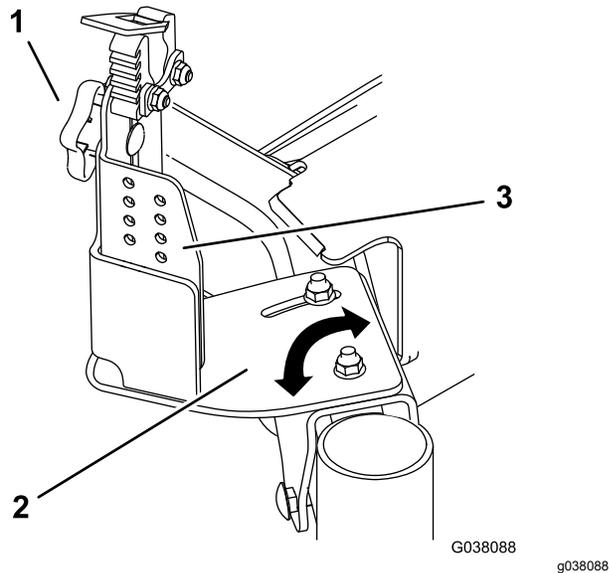

Рисунок 9
2. Ослабьте болты, которые крепят монтажную пластину к швеллерному кронштейну в переднем монтажном узле (**Рисунок 9**).
4. При необходимости ослабьте ручку и поднимите или опустите пластину триммера (**Рисунок 9**). Затяните ручку.